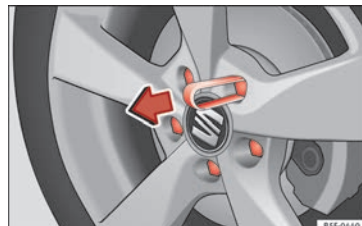

Bild 71 Hjul: hjulbultar med lock
- Sätt plastclipset (fordonsverktygen) över locket tills det klickar fast » » **bild 71**.